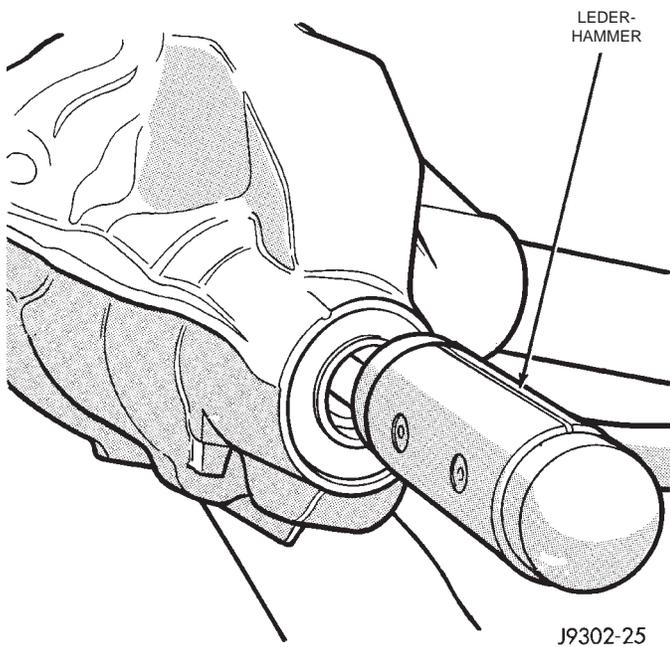

Abb. 38 Antriebskegelrad ausbauen
(6) Antriebskegelrad samt Quetschring aus dem Gehäuse ausbauen (Abb. 38) und mit der Hand auffangen, damit es nicht beschädigt wird.